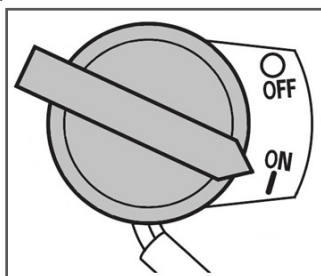

Рис. 17 Выключатель зажигания
5. Выключатель зажигания переведите в положение «ON» (Включено) (Рис. 17).
При возникновении аварийной ситуации, для экстренной остановки мотокультиватора переведите выключатель зажигания в положение «OFF» (Выключено) (Рис. 17).
2. Переведите выключатель зажигания в положение «OFF» (Выключено) (Рис. 17).